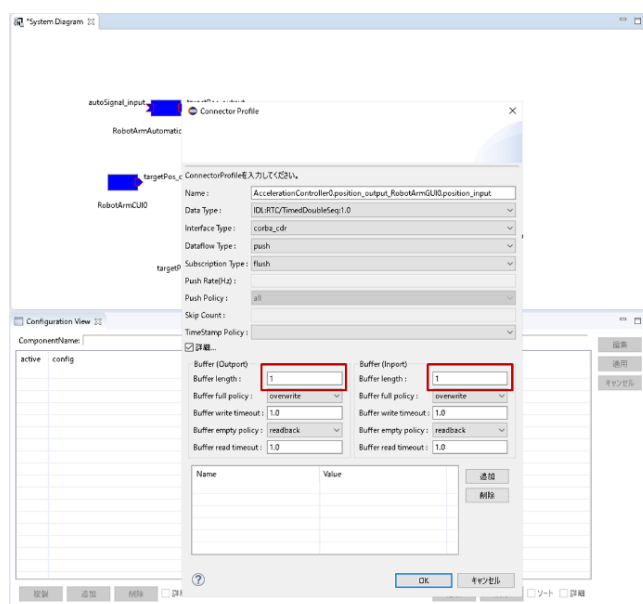

図 30 Buffer length の設定
**A.** RTSystemEditor で「RobotArmGUI」と「AccelerationController」コンポーネントを接続する際に、表示されたダイアログの「詳細」にチェックマークを入れ、「Buffer length」を 1 に設定してから OK を選択してください (図 30)。計 4 箇所指定します。